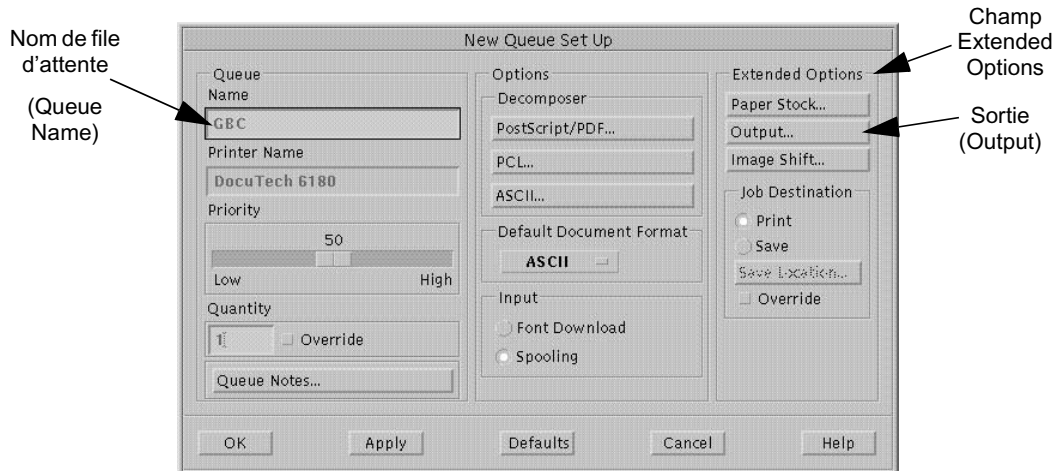

Figure 1-18: La fenêtre New Queue Setup
La fenêtre New Queue Setup (Paramétrage de la nouvelle file d'attente) s'affichera, voir Figure 1-18.
- 4 Dans le champ **Extended Options** (Options améliorées), sélectionnez **Output** (Sortie), voir Figure 1-18.